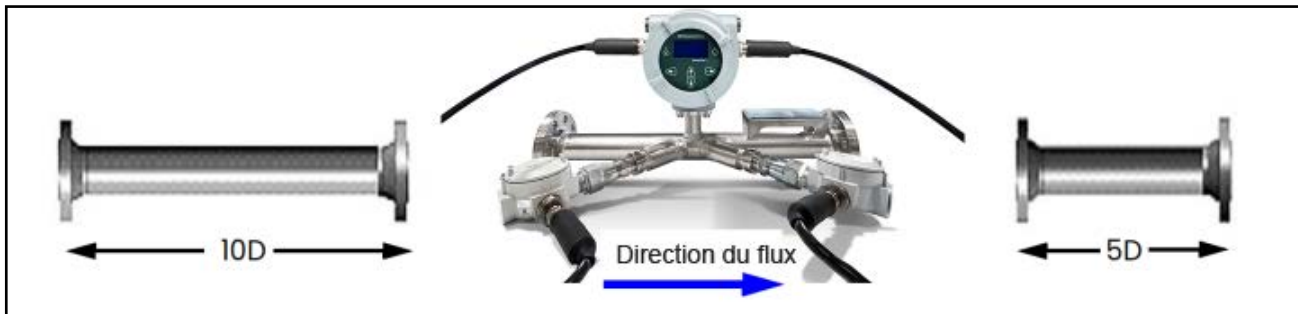

Figure 9 : Exigences minimales pour les conduites droites
- Positionnez la cellule d'écoulement de manière à ce qu'il y ait au moins 10 diamètres de tuyau d'écoulement rectiligne et non perturbé en amont et 5 diamètres de tuyau d'écoulement droit et non perturbé en aval du point de mesure (voir *Figure 9* ci-dessous). Un écoulement non perturbé signifie éviter les sources de turbulence dans le fluide (par exemple, les vannes, les brides, les dilatations, les coudes, etc.), éviter les tourbillons et éviter la cavitation.